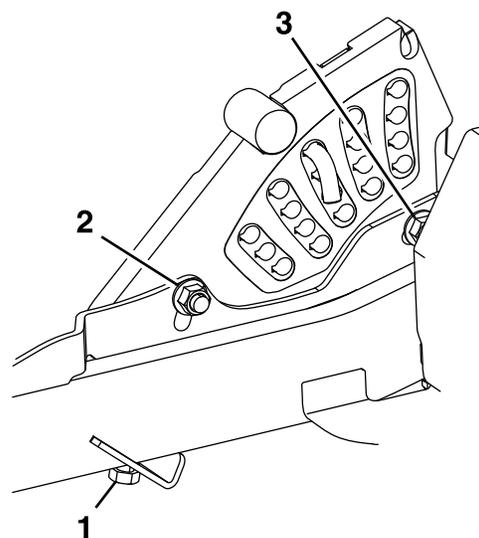

Рисунок 78
11. Если у 4 регуляторов деки не хватает диапазона регулировки для получения точной высоты скашивания с требуемым наклоном ножей, можно отрегулировать по односточной системе (Рисунок 78).
12. Чтобы отрегулировать по односточной системе, сначала ослабьте передний и задний крепежные болты пластины высоты скашивания (Рисунок 78).
- 14. Затяните два болта в нижней части пластины высоты скашивания (Рисунок 78).